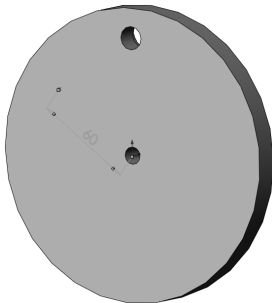

图 7-78 显示悬空尺寸
5) 要重新定义悬空尺寸, 首先在 FeatureManager 设计树中右击对应特征的草图, 在弹出的快捷菜单中单击“编辑草图”命令。此时悬空尺寸将以灰色显示, 在尺寸的旁边还有对应的红色控标, 如图 7-78 所示。然后按住鼠标左键, 将红色控标拖动到新的附加点。释放鼠标左键, 将尺寸重新附加到新的边线或顶点上, 即完成了悬空尺寸的重新定义。